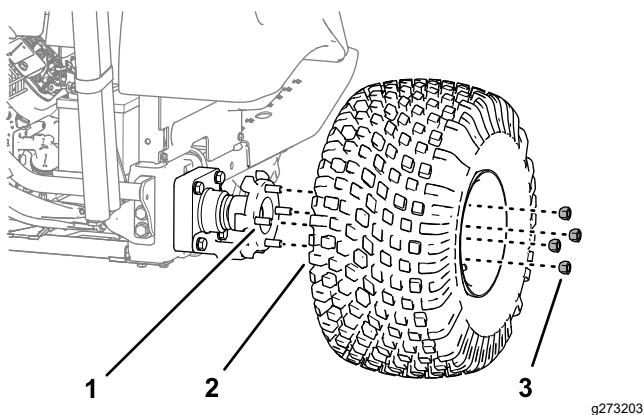

图 29
- 卸下将车轮固定至轮毂的 4 个车轮螺母然后卸下车轮和轮胎图 29。